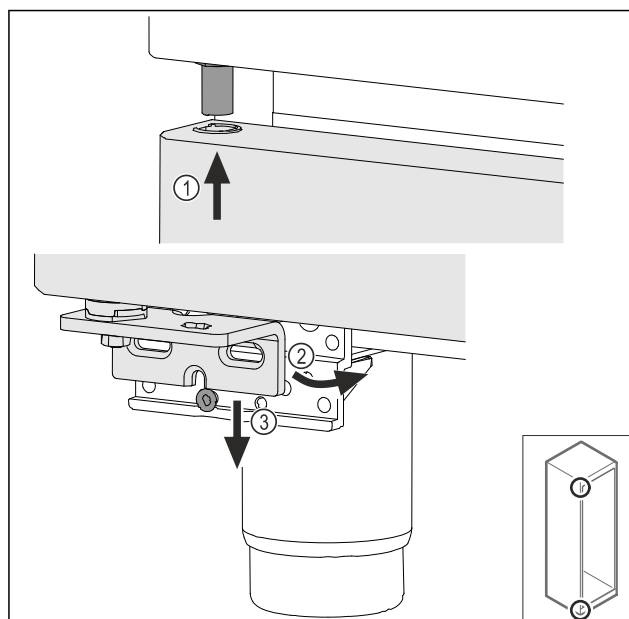

Fig. 39
- Naviňte hore zľahka naklonené dvere Fig. 39 (1), rovno vyrovnajte dvere Fig. 39 (2) a nasadte ich dole na skrutku ložiskovej konzoly Fig. 39 (3).